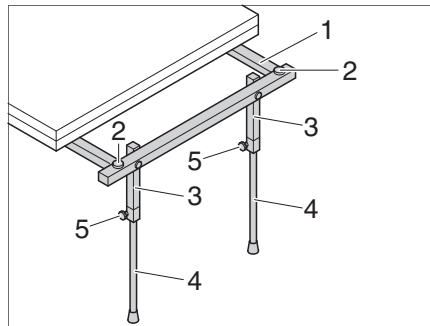

Fig. 114 Colocar los soportes en posición vertical
- Si es necesario, extender los soportes telescópicos (Fig. 114,3 y 4) para estabilizar el tablero de mesa.